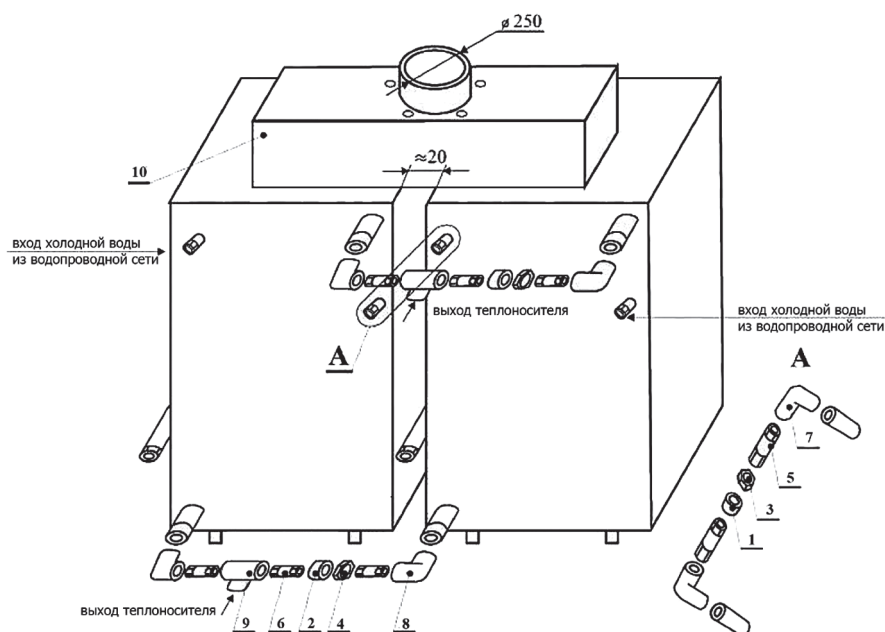

Рис. 1
- 2.8. **ВНИМАНИЕ!** С целью удобства транспортировки, монтажа и эксплуатации особенностью конструкции котлов мощностью 60-100 кВт является объединение двух котлов малой мощности в один, большой мощности (рис. 1). Смонтированный в соответствии с рис. 1 котел с коллекторами заводского изготовления (допускается врезка крана вместо сгона на обратную магистраль теплоносителя) является единым котлом, имеет необходимый сертификат соответствия и вводится в эксплуатацию как один котел заводского изготовления.
5.2. Особенностью конструкции котлов мощностью 60-100 кВт является объединение двух котлов малой мощности в один, большой мощности, при помощи коллектора, муфт, стонов, контргаяк, уголков и тройников (рис. 1). В случае врезки крана вместо сгона на обратной магистрали теплоносителя возможна автономная работа одного из котлов малой мощности при отключенном втором.
- 6.8. Подключение котла следует производить, руководствуясь схемой на рис. 4а, 4б. Если монтаж котла производится в соответствии с рис. 1, два котла малой мощности устанавливаются, в предварительно подготовленном месте, на расстоянии 50 мм друг от друга.
- 6.10. Котел работает при естественной тяге, создаваемой дымовой трубой. Подсоединение котла к дымовой трубе должно обеспечивать возможность демонтажа дымохода (10, рис. 1) с целью обеспечения возможности периодической чистки котла и дымохода от сажи и зольных отложений.